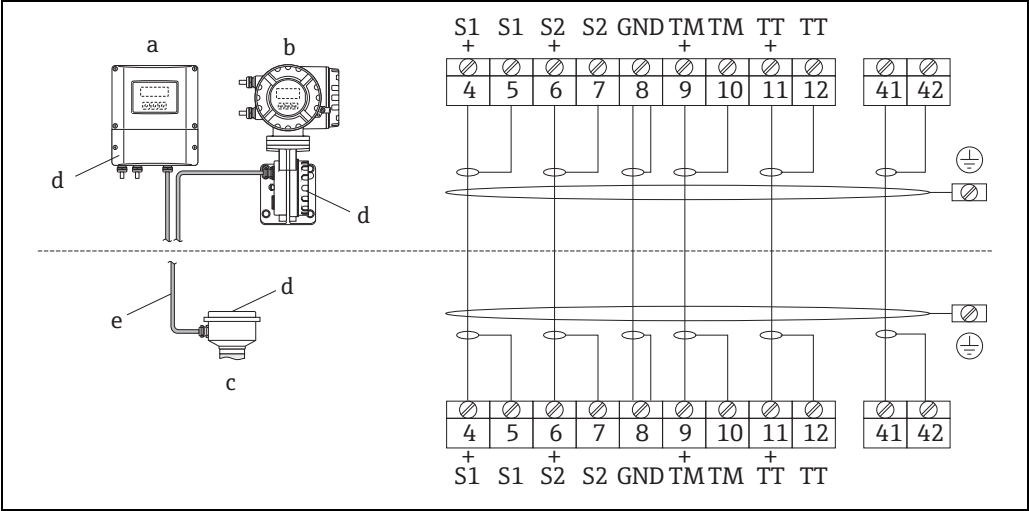

图 19: 连接分体型仪表
3. 根据接线图 (参见 → 图 19 或螺丝保护盖中的接线图) 在传感器和变送器之间建立连接。